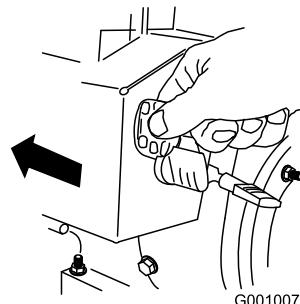

Figure 27
5. Insérez la clé de contact dans le commutateur d'allumage (Figure 27).